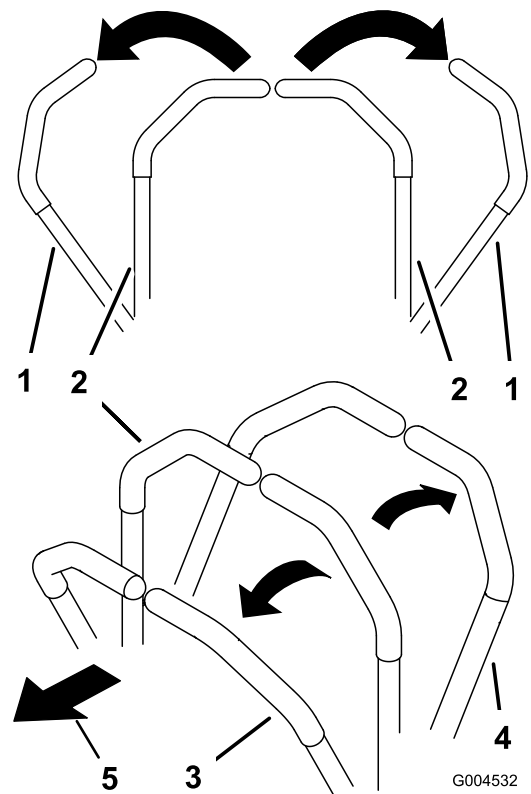

Figura 20
- Para ir hacia adelante, empuje lentamente las palancas de control de movimiento hacia adelante (Figura 20).
Para ir recto, aplique la misma presión a ambas palancas de control de movimiento (Figura 20).
Para girar, mueva la palanca de control de movimiento hacia punto muerto en el sentido en el que desea girar (Figura 20).
- Para ir hacia atrás, tire lentamente de las palancas de control de movimiento hacia atrás (Figura 20).
Para girar, deje de empujar la palanca de control de movimiento del lado al que desea girar (Figura 20).